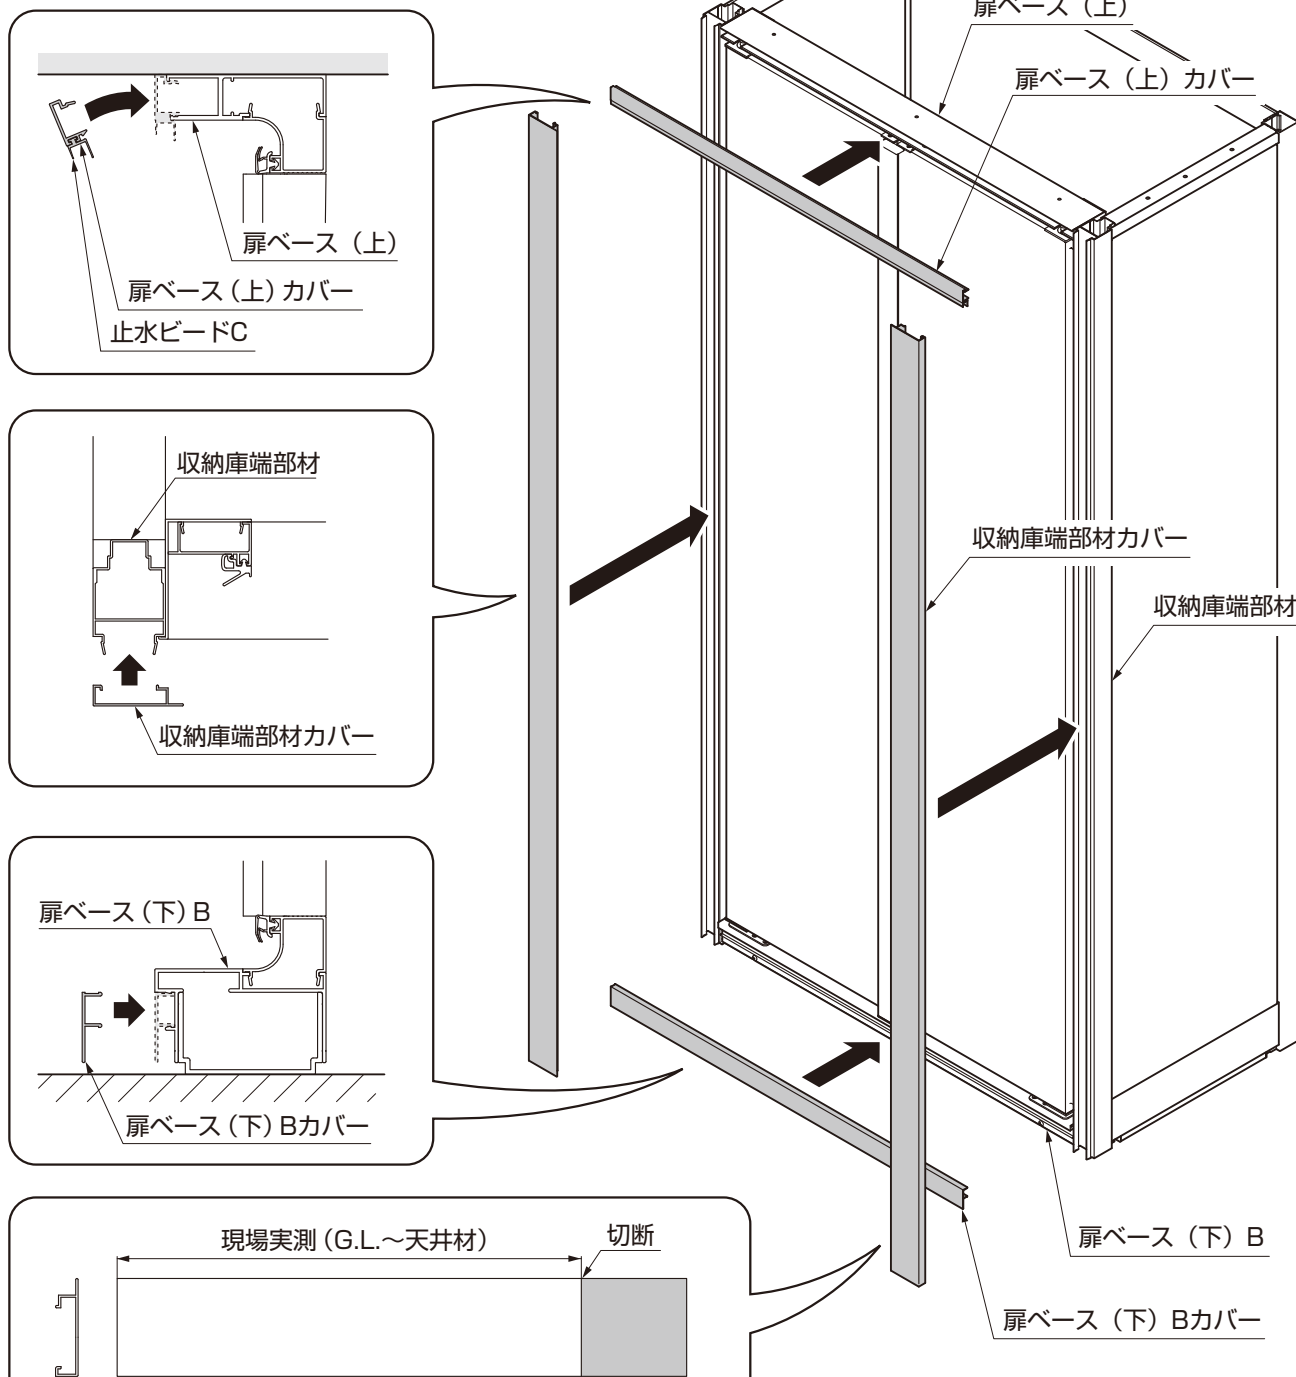

図6-13 収納庫端部材カバーの切断
- ③図6-13を参照して、収納庫端部材カバーを切断してください。
- ④収納庫端部材カバーを収納庫端部材にはめ込んでください。